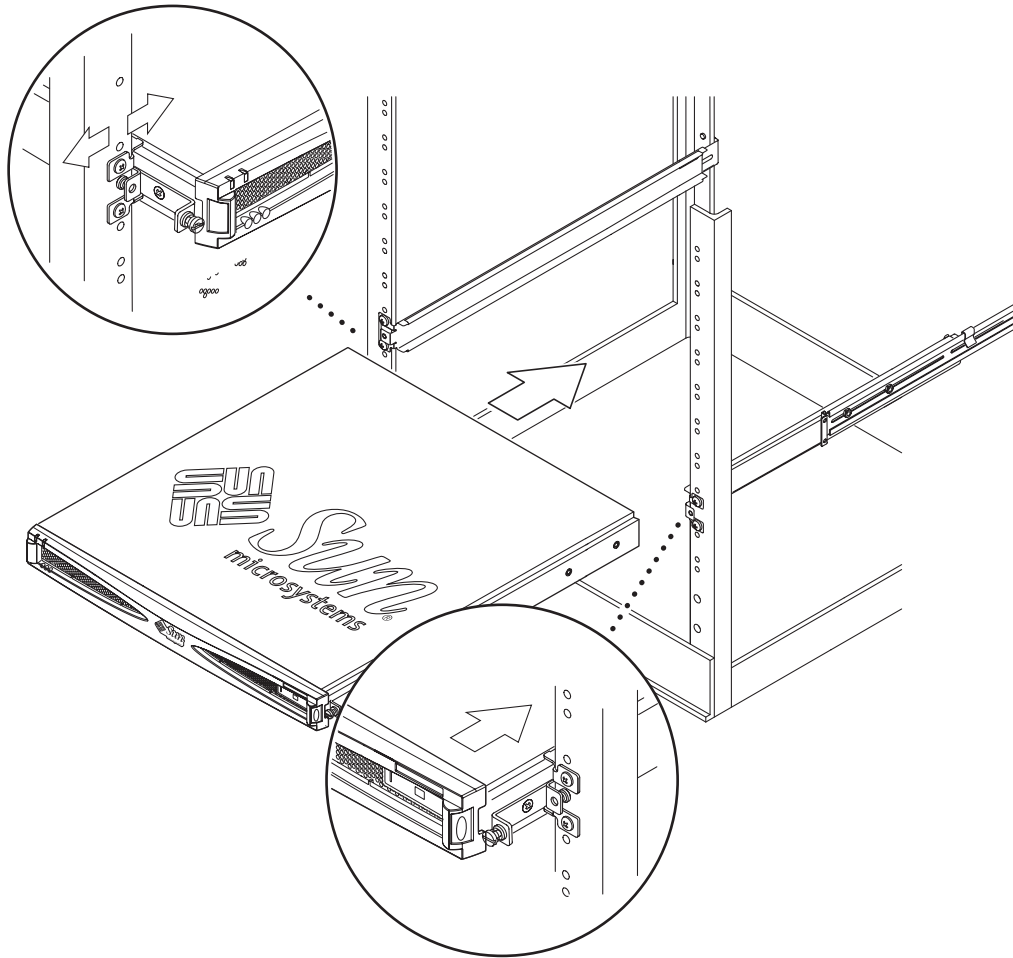

ABBILDUNG 3-5 Einschieben der StorEdge S1-Einheit in das Rack
8. Schieben Sie die StorEdge S1-Einheit in das Rack (ABBILDUNG 3-5).